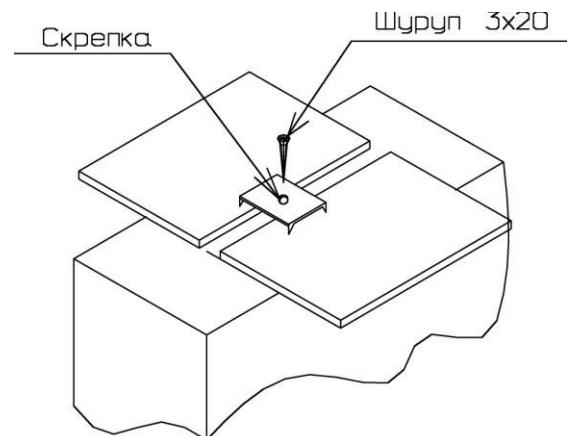

Рис. 2
1. Присоединить к перегородке (21) горизонтальные щиты (22) так, чтобы дюбели и шканты вошли в предназначенные для них отверстия. Присоединить планку верхнюю переднюю (23) и заднюю (24) к перегородке (21) с помощью конфирмат-винтов. К получившейся конструкции с правой и левой стороны присоединить боковые стенки (3) и (4) с помощью эксцентриковых стяжек. К боковым стенкам (3), (4) и перегородке (21) присоединить нижний щит (19) с помощью эксцентриковых стяжек и конфирмат-винтов. Установить задние стенки так, чтобы они вошли в пазы боковых стенок и нижнего щита. Присоединить верхний щит (20) таким образом, чтобы дюбели и шканты вошли в отверстия боковых стенок (3), (4), задние стенки при этом должны войти в паз верхнего щита. Затянуть эксцентрики, повернув их на 180 градусов (см. схему сборки).
2. Собранный корпус проверить на прямоугольность, сравнивая диагонали (их длины должны быть равны). Закрепить задние стенки в месте стыка на перегородке с помощью шурупов 3x20мм и скрепок (рис.2 и рис.6). Установить мебельные уголки, закрепив их комплектными шурупами (рис.3 и рис.6).
3. Закрепить планку верхнюю переднюю (23) к верхнему щиту (20) саморезами 3,5x25мм.